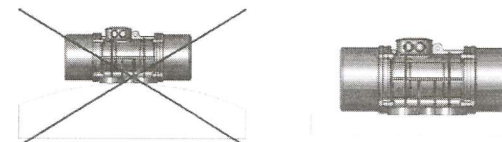

Рисунок 1 Монтажная поверхность мотор- вибратора
3. Монтажная поверхность вибромотора должна быть прочной и ровной (рис. 1). Плоскостность монтажной поверхности должна быть менее 0,25 мм (чтобы минимизировать внутреннее напряжение, возникающее в раме вибромотора при затягивании крепежного болта), в пластине не должно быть воздушных отверстий и трещин; монтажная поверхность не должна быть меньше нижней поверхности